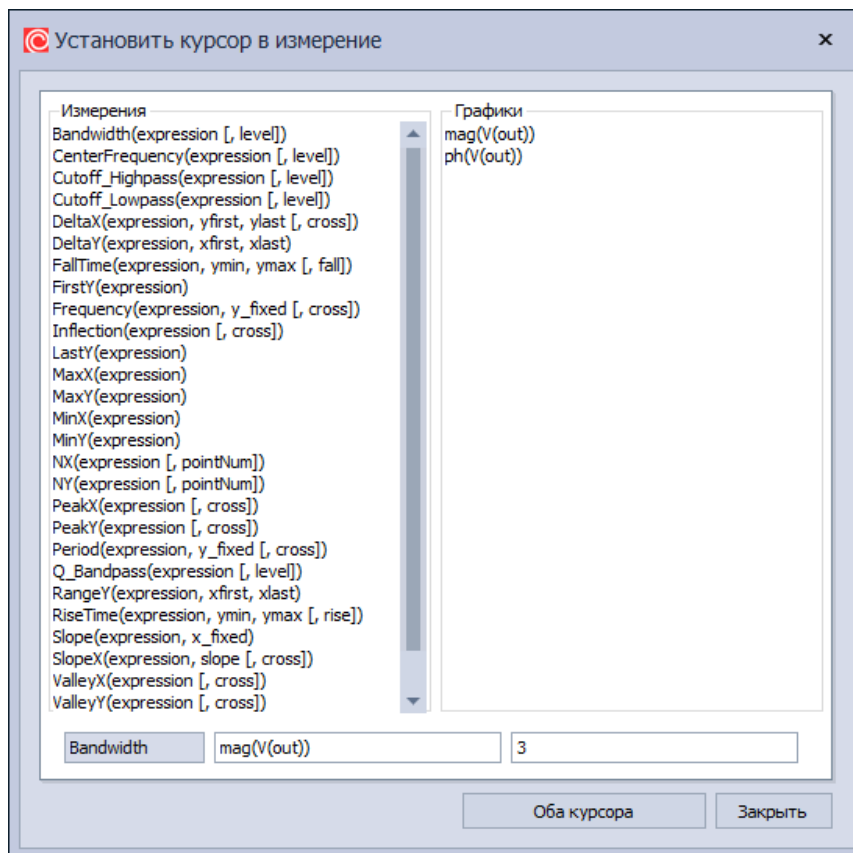

Рис. 137 Окно установки курсоров в измерение
- Главное меню «Графики» → «Курсоры» → «Установить в измерение...», см. Рис. 137.